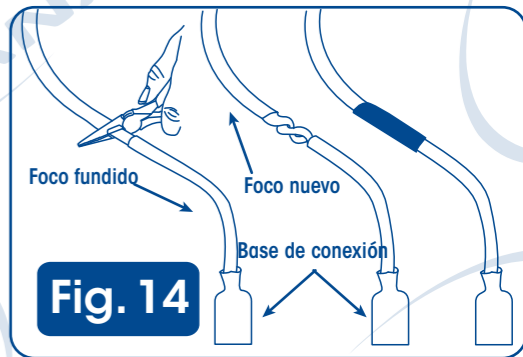

Fig. 14
6. Ayudándose de unas pinzas corte aproximadamente a 5cm de la base de conexión, quite el plástico de la punta sin cortar el cable, enrosque el cable del foco nuevo con la base de conexión, proteja con cinta de aislar y vuelva a conectar. (puede conseguir focos de repuesto donde adquirió su campana o en Sanaire, S.A. de C.V.) (Fig. 14)